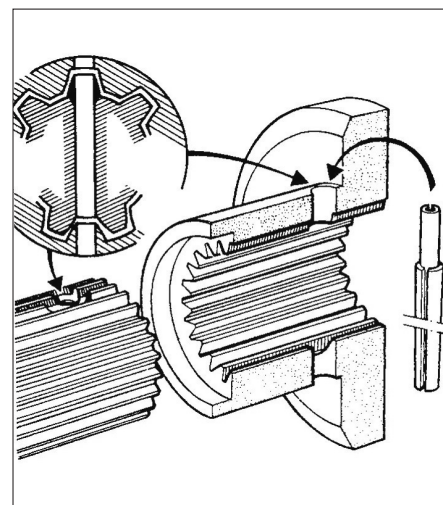

Fig. 4
- Selon montage, positionner angulairement la transmission par rapport au planétaire (alignement des logements de goupille) et l'engager sur le planétaire (Fig.4).